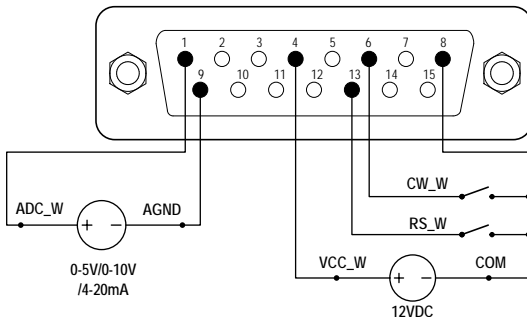
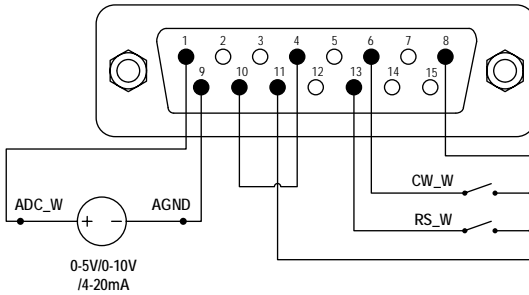

Abbildung 9. DB15-Verkabelung mit externer 12V DC-Stromquelle
Abbildung 10. DB15-Verkabelung mit der internen 12V DC-Stromquelle
- 1) Schalten Sie die Stromversorgung aus. Verdrahten Sie den DB15-Stecker gemäß Abbildung 9 oder Abbildung 10 und schließen Sie ihn an den DB15-Anschluss auf der Rückseite der Pumpe an.